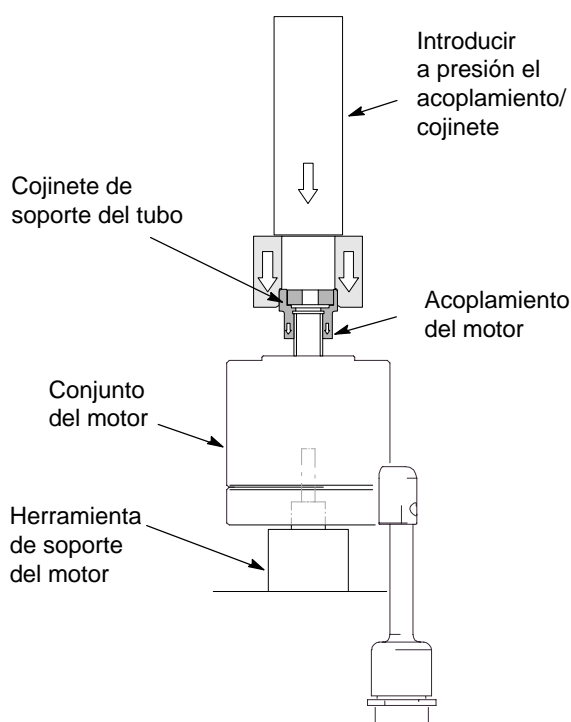

Fig. 4 Montaje del cojinete de soporte del tubo T10658
1. Coloque el conjunto del motor en la herramienta de soporte del mismo. Consulte la Fig. 4.